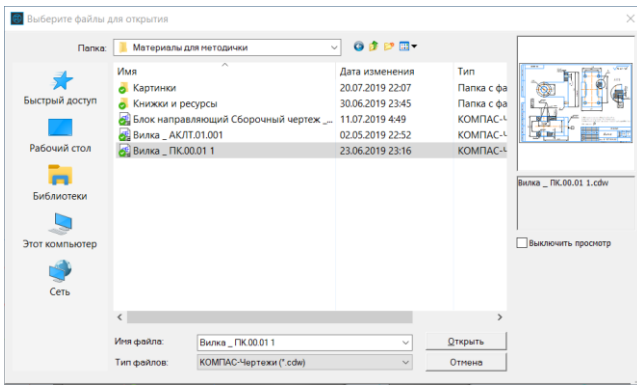

Рисунок 292 – Окно для выбора документа
- В открывшемся окне выберем документ который необходимо прикрепить и нажмем на кнопку Открыть (Рисунок 292);